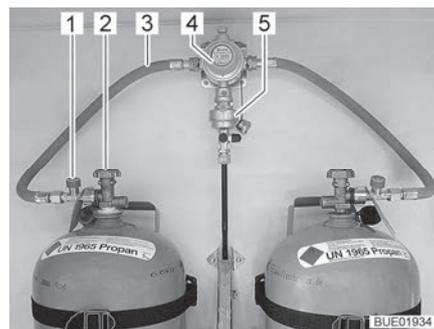
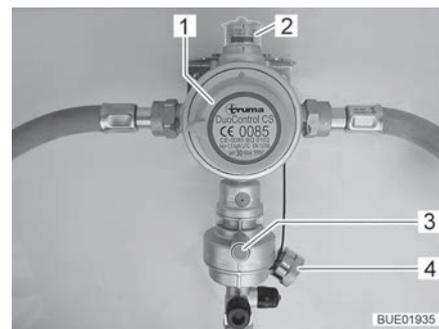

Fig. 57 Bouteilles de gaz avec DuoControl
Fig. 58 Système de réglage DuoControl
Le système de réglage DuoControl se compose d'une valve de commutation (Fig. 57,4) et d'un capteur de crash (Fig. 57,5). Le système de réglage est monté entre les lyres (Fig. 57,3) avec une sécurité de rupture de tuyau (Fig. 57,1). Un bouton rotatif (Fig. 58,1) situé sur la valve de commutation permet de définir laquelle des bouteilles de gaz est celle de service et laquelle est celle de réserve.
L'état de l'alimentation en gaz est affiché sur le regard (Fig. 58,2) :
Le fonctionnement avec une seule bouteille de gaz est autorisé, la prise à découvert doit cependant être obturée avec le couvercle borgne (Fig. 58,4) dans ce cas-là.
Le capteur de crash coupe l'arrivée du gaz en cas de secousses importantes (par exemple accident). Le capteur de crash s'active en appuyant sur le bouton Reset vert (Fig. 58,3).
La sécurité de rupture de tuyau (Fig. 57,1) coupe l'arrivée de gaz quand le tuyau raccordé se rompt. La sécurité de rupture de tuyau s'active en appuyant sur la touche verte.
L'arrivée du gaz s'ouvre et se ferme sur l'unité de commande (Fig. 59) au moyen du système de réglage DuoControl. Les robinets principaux (Fig. 57,2) des bouteilles de gaz et les robinets d'arrêt de gaz des appareils doivent être ouverts manuellement.
- Choisir la bouteille de gaz avec le bouton rotatif (Fig. 58,1) de la valve de commutation à partir de laquelle le gaz sera utilisé principalement (bouteille de service). Toujours tourner le bouton rotatif à fond.
- Ouvrir les robinets principaux (Fig. 57,2) des bouteilles de gaz.
- Appuyer sur la touche verte de la sécurité de rupture de tuyau (Fig. 57,1). Le repère vert est affiché sur le regard (Fig. 58,2).
- Fermer les robinets principaux (Fig. 57,2) des bouteilles de gaz.
Le voyant de contrôle vert (Fig. 59,6) s'éteint durant le fonctionnement et le voyant de contrôle rouge (Fig. 59,5) s'allume quand la bouteille de service est vide et doit être remplacée. Le repère rouge est indiqué sur le regard (Fig. 58,2). La bouteille de réserve alimente les appareils à gaz.
- Tourner le bouton rotatif (Fig. 58,1) d'un demi-tour en direction de la bouteille de gaz actuellement utilisée. Cette bouteille de gaz devient alors la bouteille de service, la bouteille vide devient celle de réserve. Le repère dans le regard (Fig. 58,2) passe du rouge au vert.
- Fermer le robinet principal (Fig. 57,2) de la bouteille de gaz vide. Observer le sens de la flèche.
- Appuyer sur la touche verte de la sécurité de rupture de tuyau (Fig. 57,1).